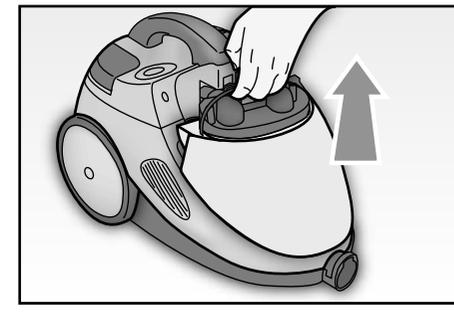

Fig. 3
- Estrarre il serbatoio (C), completo del filtro ad acqua (B), sollevandolo verso l'alto mediante la relativa impugnatura (Fig. 3).